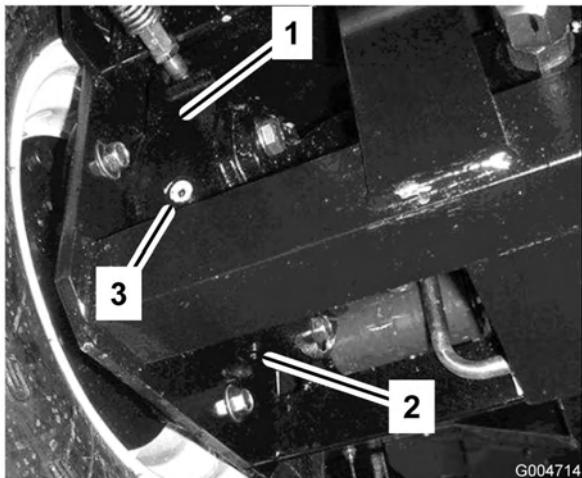

Figura 58
- Coloque um recipiente de escoamento debaixo da caixa dos travões do lado oposto da roda (Figura 58).